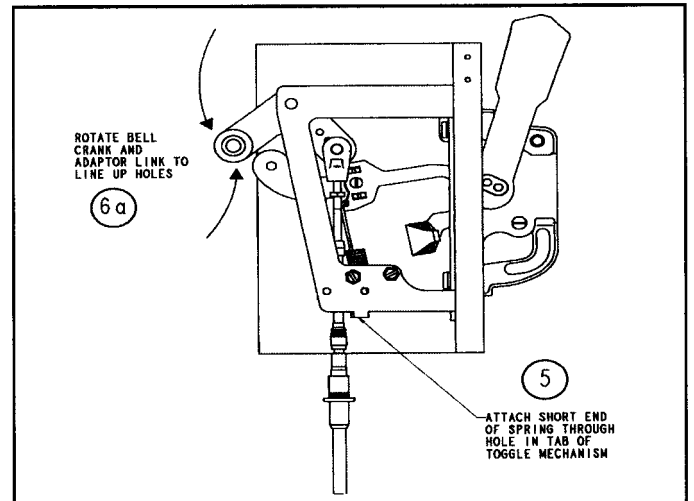

図 1-5 : スプリングのトルクメカニズムへの取付け
5. スプリングの短い方の端をトグルメカニズムの下方にあるタブに引っかけます。場所については図 1-5 を参照してください。
6. アダプタリンクをベルクランクに合わせます。ショルダボルトとナットを使用してアダプタリンクをベルクランクに取付けます。締めすぎないように、慎重に固定します。図 1-5 および 1-6 を参照してください。